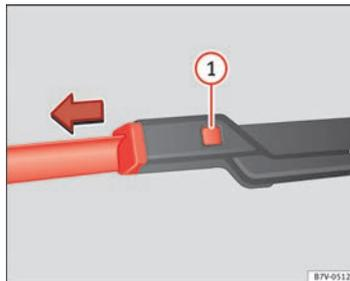

Fig. 160 Cambio de las escobillas del parabrisas.
- Mantenga presionada la tecla de desbloqueo ⇒ fig. 160 ① y tire a su vez ligeramente de la escobilla en el sentido que indica la flecha.